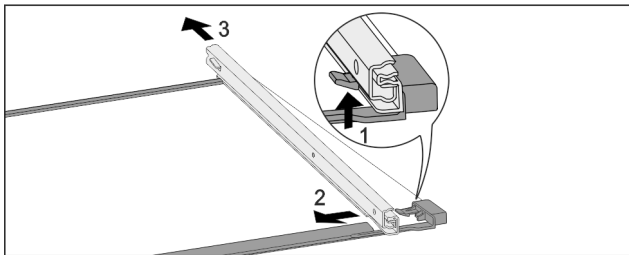

Fig. 81 Стъклена плоча с релси
- ▶ Натиснете нагоре предните фиксиращи палци. Fig. 81 (1)
- ▶ Плъзнете изтеглящата релса настрани Fig. 81 (2) и назад Fig. 81 (3).